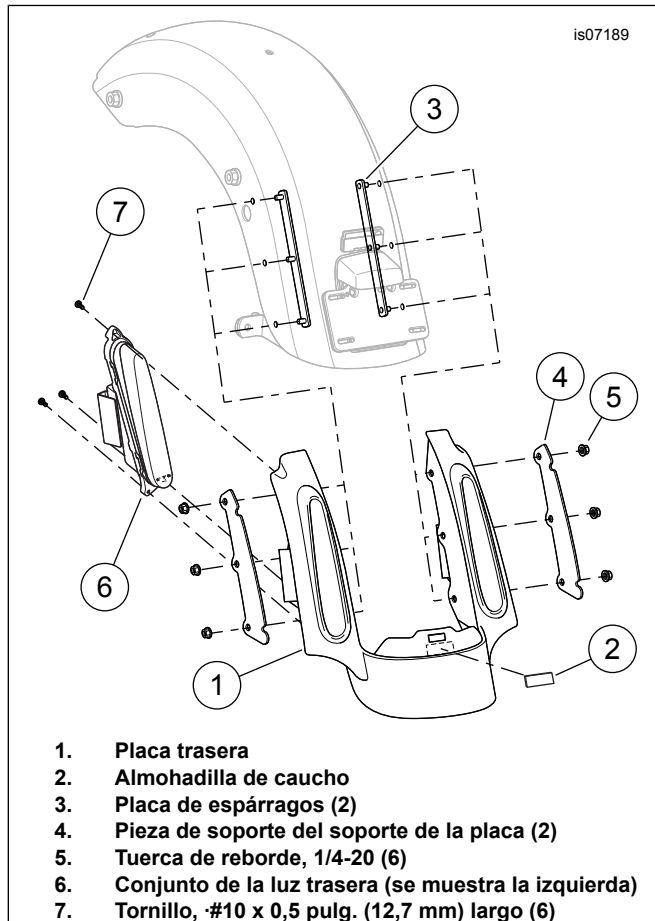

Figura 4. Instalación de la placa trasera
4. Vea la Figura 4. Retire el revestimiento del respaldo adhesivo de la almohadilla de caucho de 44,5 x 19 x 1,6 mm (x pulg.) (2).
5. Coloque la almohadilla en el centro de la placa (1), justo debajo de la ranura como se muestra, y presione firmemente en su lugar.
8. Inserte tres espárragos de una placa de espárragos (3), desde debajo del guardabarros, a través de los agujeros del guardabarros y la placa en un lado.
10. Instale sin apretar tres tuercas de reborde (5) en roscas de los espárragos.